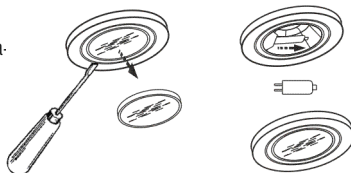

рис. 11
8.6.2 Замена галогенной лампы (рис. 11) :